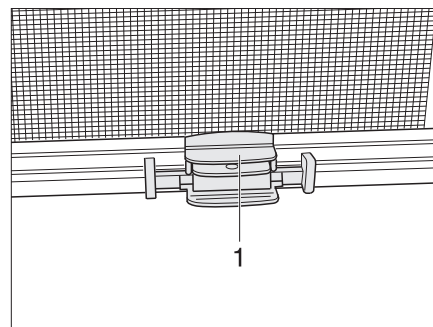

Fig. 44 Store
- Saisir la barre de fermeture (Fig. 44,1) de la moustiquaire par le centre et l'amener à la barre de fermeture du store occultant.
- Maintenir la barre de fermeture (Fig. 44,1) de la moustiquaire et actionner le cliquet d'encliquetage.